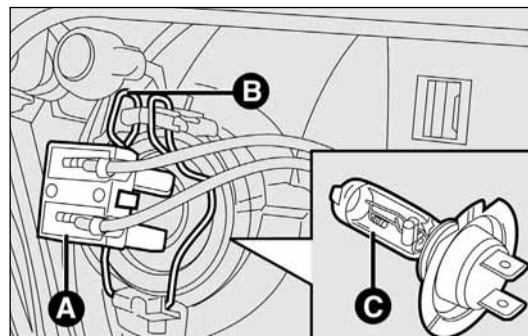

fig. 190
- desconectar el conector eléctrico A-fig. 190;